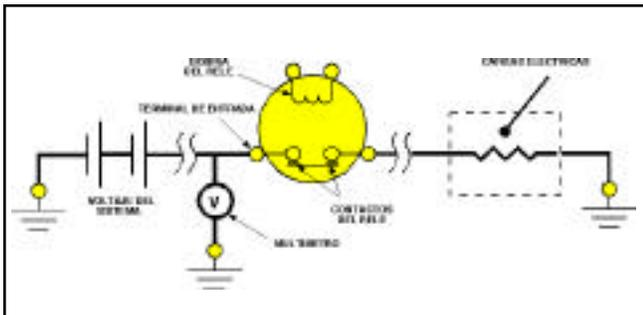

Ilustración 3. Comprobación de que se mide el voltaje del sistema en el terminal de batería del contacto del relé.
3. Conecte el multímetro como se muestra en la Ilustración 3 para comprobar que se mide el voltaje del sistema en el terminal de batería del contacto del relé. Si no se detecta voltaje, corrija esta situación antes de continuar.